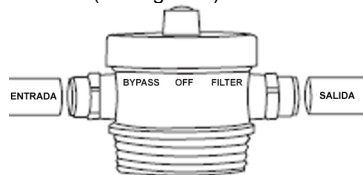

Figura 3
6. Remítase a la sección "Utilización de los accesorios de presión", inserte el tubo en el accesorio de la cabeza del filtro cerciorándose de que el extremo del tubo quede bien asentado contra su tope trasero. Conecte el tubo del suministro de agua al puerto de entrada "IN" (ver Figura 3).